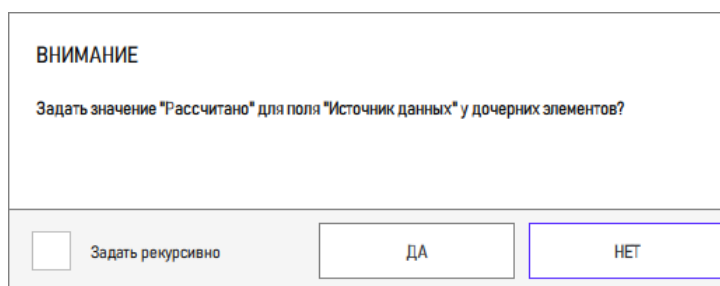

Рисунок 210 – Диалоговое окно
4) В открывшемся окне «ВНИМАНИЕ» поставить отметку «Задать рекурсивно», если необходимо применить для дочерних элементов. После выполнения расчета для дочерних элементов на один уровень вложенности в поле «Тип данных» будет установлено значение «Рассчитано». Нажать кнопку «ДА» для подтверждения действий или кнопку «НЕТ» для отмены (рисунок 210).